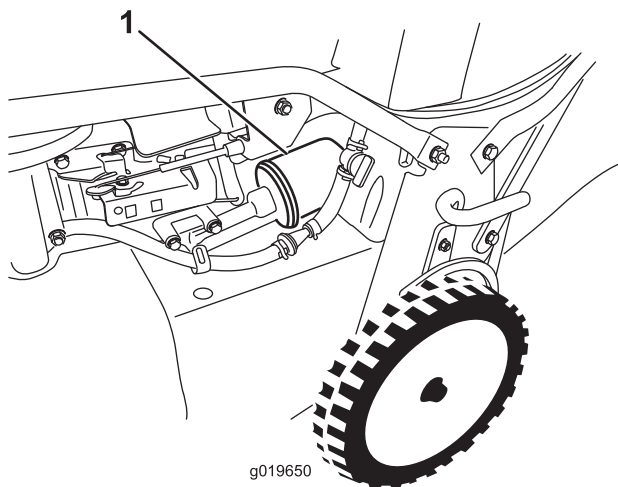

Bild 30
6. Entfernen Sie den Ölfilter (Bild 30).